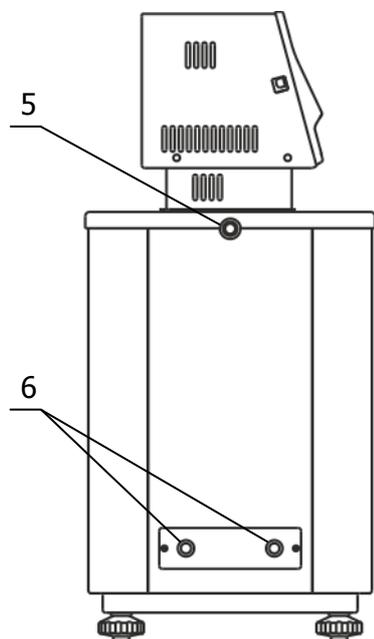

Рисунок 4 — Подключение термостата к холодильному устройству
2.2.5 К переливному патрубку 5 (рисунок 4) присоединить гибкий шланг, второй конец которого опустить в емкость для сбора излишков теплоносителя объемом 1.5–2 литра.
2.2.8 Для работы термостата при температурах теплоносителя, близких к окружающей температуре, может потребоваться дополнительное охлаждение с помощью встроенного теплообменника. В этом случае необходимо подключить термостат к водопроводной сети или специальному холодильному устройству при помощи шлангов, присоединенных к патрубкам встроенного теплообменника 6 (рисунок 4). Поток охлаждающей жидкости должен быть равномерным и, по возможности, небольшим. Дополнительное охлаждение не требуется, если температура теплоносителя выше температуры окружающей среды более чем на 15 °С.